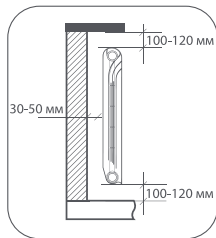

рис. 1
**1. Для эффективной работы радиатора необходимо соблюдать монтажные расстояния, указанные на рис. 1.**